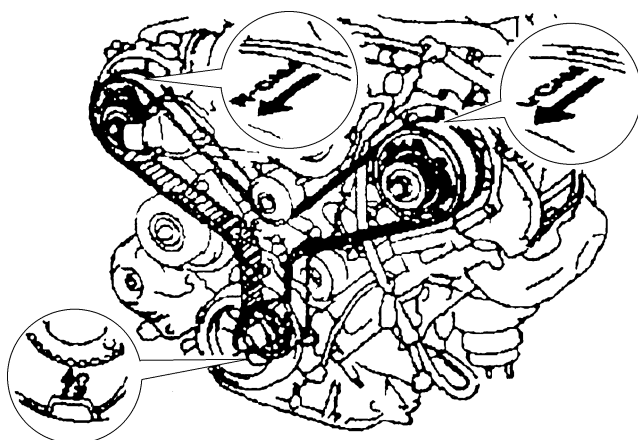

图 24-25 正时带标记
4) 如果想重复使用正时带，则检查正时带的安装标记，转动曲轴带轮，正时带上应有3个安装标记（图 24-25）。如果安装标记未出现，则在拆下每个部件前应标出新的安装标记。